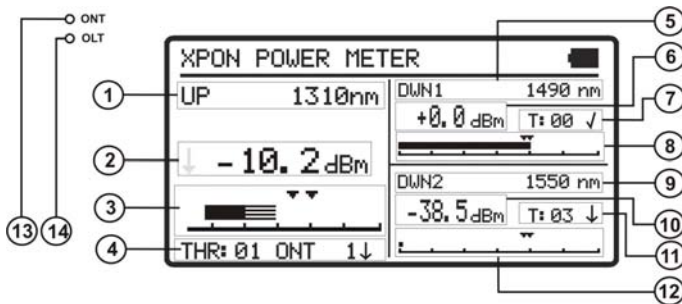

Figure 10.- Fonction POWER METER.
- 3.- Appuyez sur **SEL**  [4] ou **MENU**  [2] pour entrer à l'écran (voir figure 10).